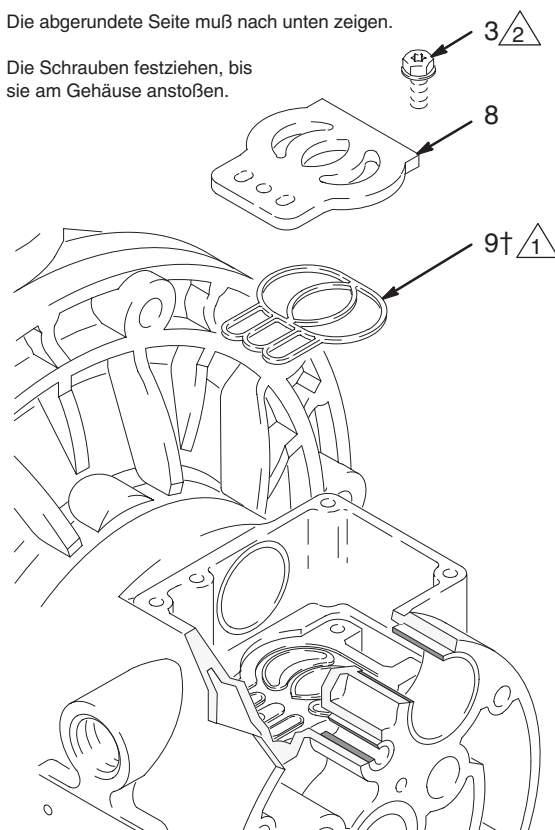

Abb. 10
5. Die Ventilplatte (8) in eingebautem Zustand überprüfen. Ist sie schadhaf, mit einem Torx Schraubenzieher (T20) oder einem 7 mm Steckschlüssel die drei Schrauben (3) entfernen. Die Ventilplatte (8) und die Dichtung (9) ausbauen. Siehe Abb. 10.
2. Die Dichtung der Ventilplatte (9†) in die Nut unten im Ventilhohlraum einlegen. Die gerundete Seite der Dichtung **muß nach unten** in die Nut weisen. Siehe Abb. 10.
3. Die Ventilplatte (8) in die Kammer einbauen. Die Platte ist umkehrbar, so daß jede Seite nach oben zeigen kann. Die drei Schrauben (3) mit einem Torx Schraubenzieher (T20) oder einem 7 mm-Steckschlüssel eindrehen. Festziehen, bis die Schrauben am Gehäuse anstoßen. Siehe Abb. 10.